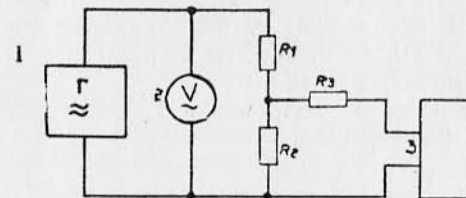

Рис. 8. Схема проверки аппарата в режиме «Запись»
1. Собирается схема согласно рис. 8. К штеккерному гнезду 11 (рис. 3) подключается делитель напряжения ($R_1=100$ ком; $R_2=10$ ом; $R_3=620$ ом).
На вход усилителя, согласно схеме рис. 8, подается сигнал частотой 1000 гц такой величины, чтобы на выходе его между точками «а», «б» (рис. 11) было напряжение 1 в (сопротивление R_3 закорочено).
Для этого на «вход» делителя подается сигнал 500 мВ, лимбом звукового генератора 1 (рис. 8) поочередно устанавливаются частоты: 300, 400, 600, 1000, 2000, 3000, 4000, 4500 гц, и производится запись. Записанный сигнал воспроизводится.
— записывается сигнал частотой 1000 гц и напряжением от 0,5 до 2 в через каждые 0,2 в (схема рис. 8);